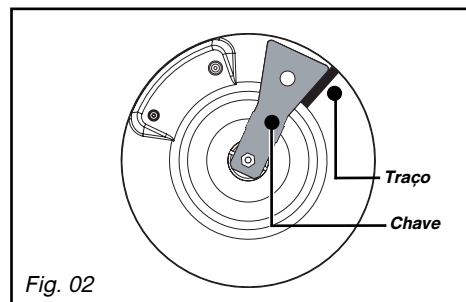

Fig. 02
- Com um lápis, faça um traço na placa de fornalha, tal como indicado (*Fig. 02*).